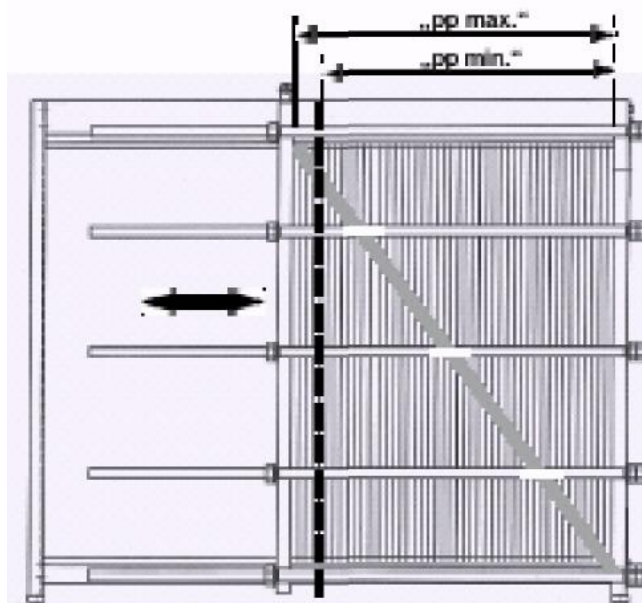

Рисунок 6.1. Размеры пакета пластин.
3. Замаркировать пакет пластин нанесением краской диагональной линии (см. рис. 6.1);